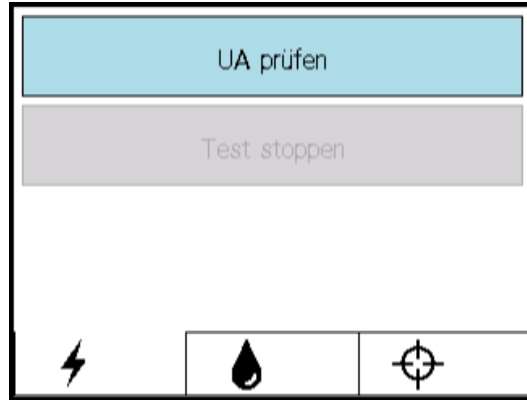
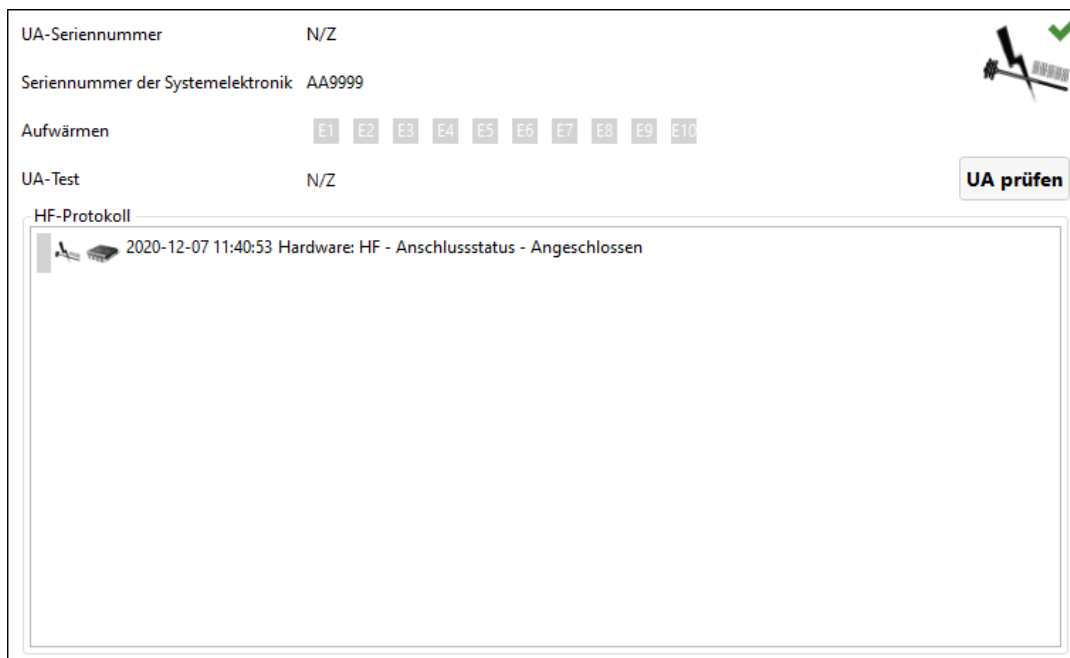
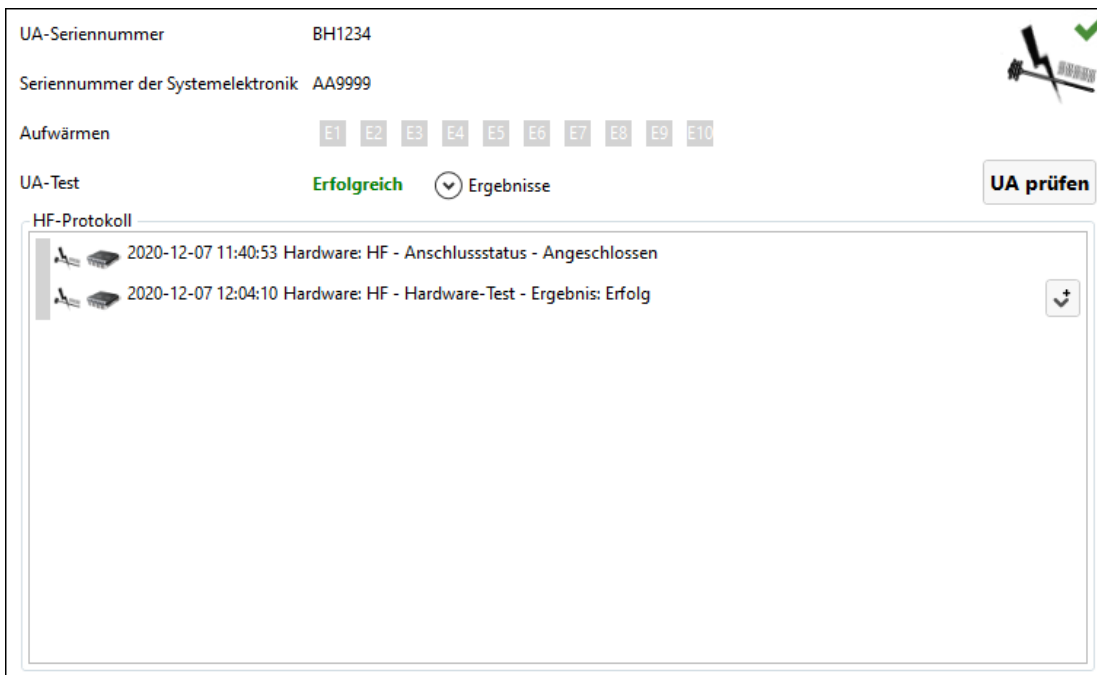

Abbildung 19: PSIB-Anzeige – Registerkarte „RF“ (HF)
Abbildung 20: HF-Informationsbox im Arbeitsbereich „Einrichtung“
Abbildung 21: HF-Informationsbox nach erfolgreichem UA-Test
- Klicken Sie auf der Registerkarte **HF** der PSIB-Anzeige (Abbildung 19) oder in der HF-Informationsbox im Arbeitsbereich *Einrichtung* (Abbildung 20) auf **UA prüfen**. Das System sendet kurze Leistungspakete an alle zehn UA-Elemente, um Kontinuität und Funktion aller zehn Kanäle sicherzustellen.
Nach Abschluss des HF-Leistungstests zeigt die PSIB eine kurze Meldung an (*Abbildung 19*). Detaillierte HF-Testergebnisse finden Sie in der HF-Informationsbox der TDC-Software (*Abbildung 21*).